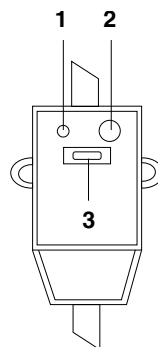

Рис. 6
| Индикация отсутствует | Сработала защита УЗО | Протестируйте УЗО, нажав кнопку «test». В случае, если УЗО прошло тестирование, нажмите на кнопку (3) перезапуска. В случае, если тестирование не проходит, свяжитесь со специалистами по техническому обслуживанию для осуществления ремонта (см. рис. 6) |